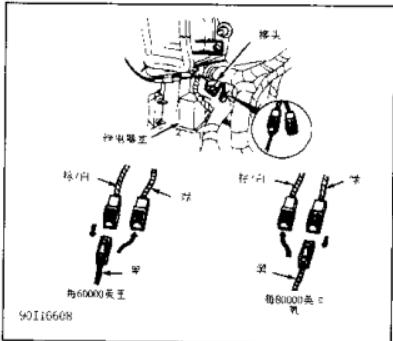

图 2 复位氧传感器警报灯 (1988~93 年联邦 Pickup)
4) 在联邦 Pickup 型汽车上，为了复位检查发动机灯，将仪表板左侧的（继电器盒上面）棕/白或黑线接头与绿线接头相连（见图 2）。